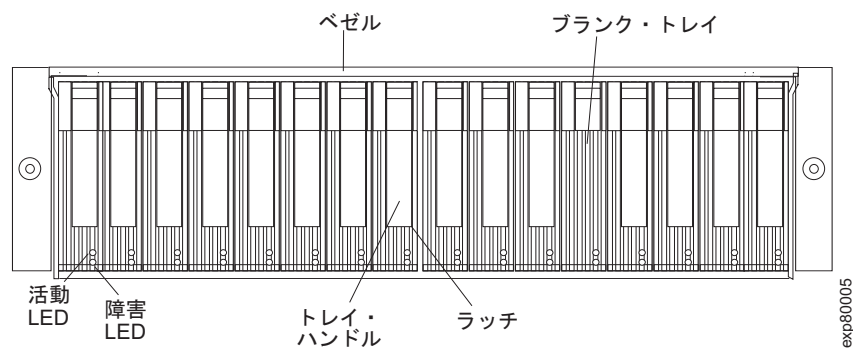

図 79. ホット・スワップ E-DDM LED
- 145 ページの図 79 に示される障害 LED を確認します。いずれかのこれは色の LED が点灯している場合は、175 ページの『問題の解決』を参照してください。